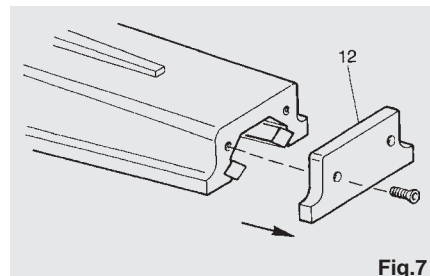

Fig.7
Enlever le couvercle (12) du bout du bras (voir figure 7).
- 2) Les équerres doivent se trouver au même niveau et à la même distance du bras. Pour cette opération tirer profit de la mobilité du bras (figures 7 et 8), le tournant jusqu'à ce qu'il se trouve au-dessus des différentes équerres. Si nécessaire desserrer les vis
(16) des équerres (17) et effectuer la correction tout en vérifiant leur horizontalité à l'aide du niveau.